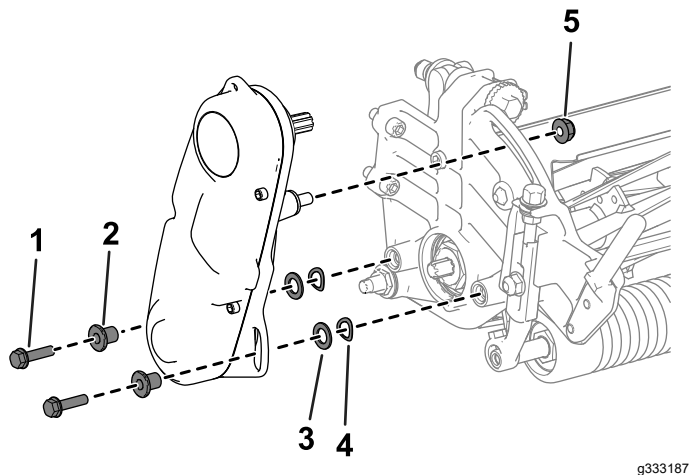

图 36
2. 卸下将滚刀驱动总成固定到侧板上的五金件图 36。
3. 从侧板上卸下滚刀驱动总成、扁平垫圈、弹簧垫圈和隔片图 36。